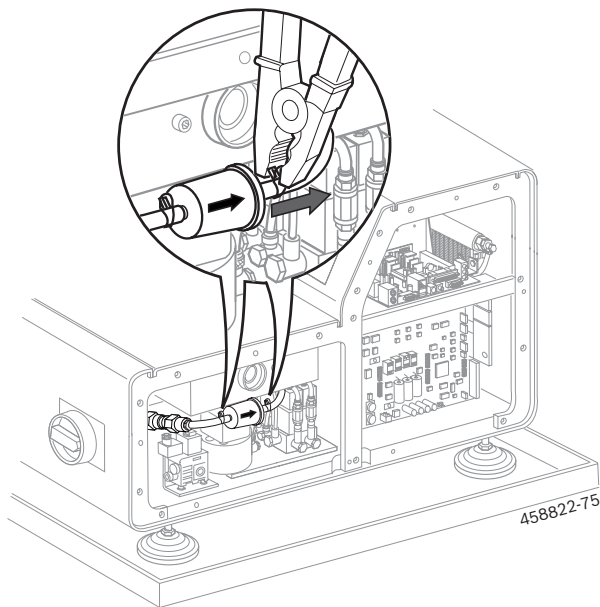

Fig. 21: Filtro de ligação do fluxômetro
5. Com um alicate, empurrar as braçadeiras da mangueira no filtro de ligação sobre a mangueira, através da união (fig. 21, pos. 1).